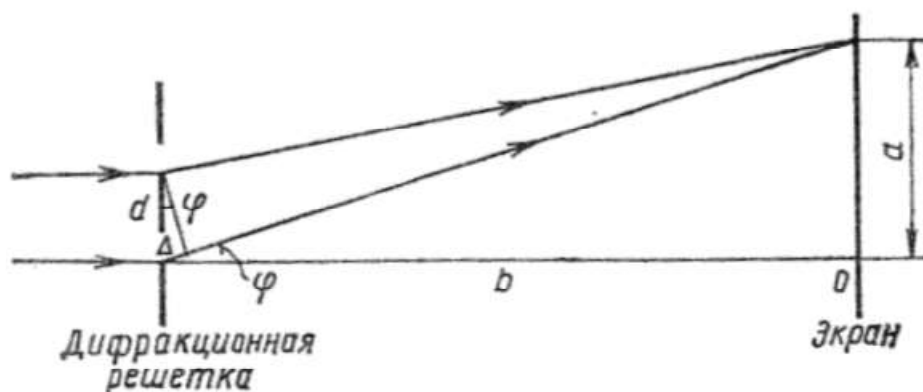

Рис.1
Условие возникновения максимума (1) можно записать иначе: $n\lambda = d \sin \varphi$ (рис. 1), где d – период дифракционной решетки, n – порядок спектра, (номер максимума), φ – угол, под которым виден световой максимум (угол дифракции).
Так как углы дифракции, как правило, малы, то для них можно принять $\sin \varphi = \operatorname{tg} \varphi$, а $\operatorname{tg} \varphi = a/b$ (рис.1), поэтому $n\lambda = da/b$ (2)